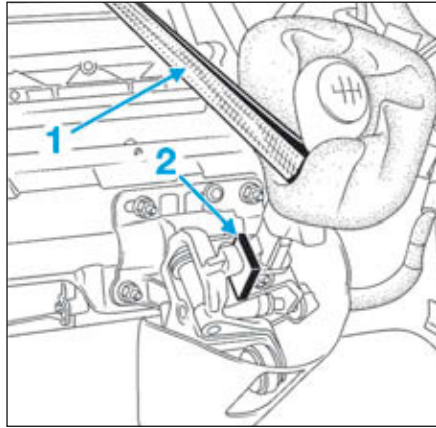

FIG.55
- Immobiliser, à l'aide d'une sangle de sécurité (1) (Fig.55), le levier de sélection de vitesses en interposant une cale de 4 mm (1) entre la gâchette et la butée d'interdiction de marche arrière du levier de sélection de vitesses.